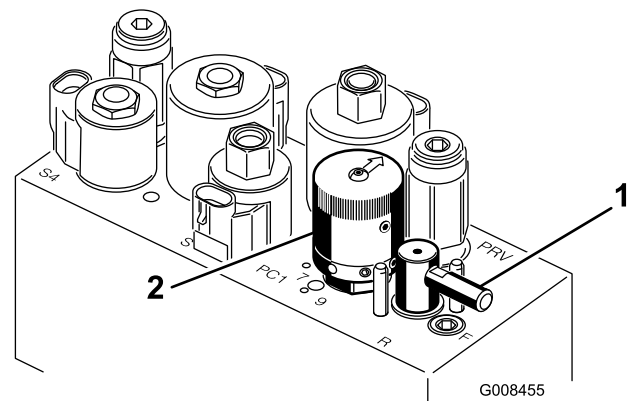

Figura 49
5. Gire la palanca de Autoafilado a la posición "R" (Figura 49).
6. Gire el control de velocidad del molinete a la posición 1 (Figura 49).